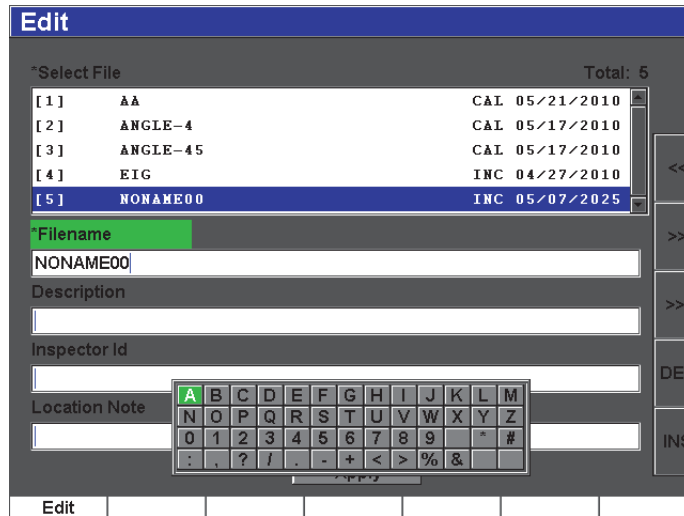

Abbildung 5-21 Einrichtungsseite Edit (Ändern) mit virtueller Tastatur
1. Eine Einrichtungsseite mit Parameterwerten aus Buchstaben und Ziffern öffnen, zum Beispiel können Sie die in Abbildung 5-21 auf Seite 109 gezeigte Einrichtungsseite **Edit** (Ändern) mit **Manage > Edit** (Verwalt. > Ändern) öffnen.